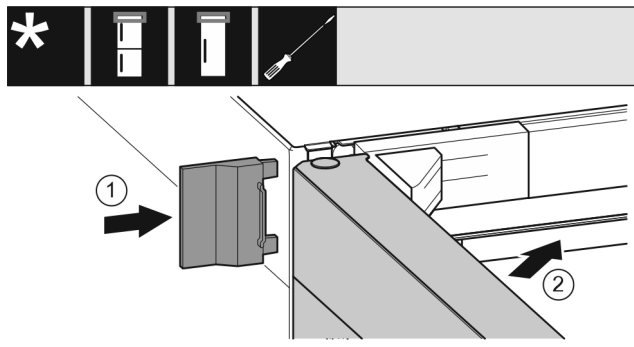

Fig. 35
- ▶ Wsunąć zewnętrzną osłonę. Fig. 35 (1)